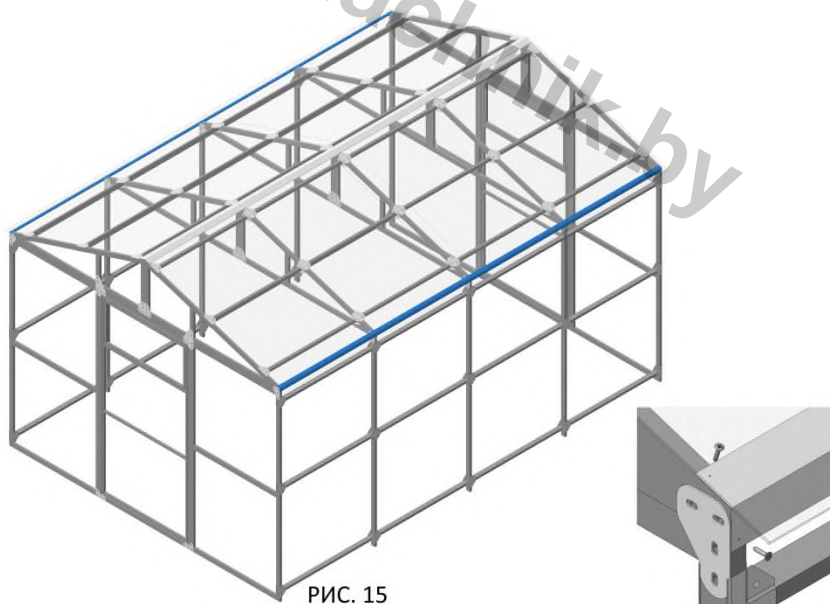

РИС. 15
4.2.8. Установите отлив (согнут под  $108^\circ$ ) при помощи саморезов 4,2x19 (РИС. 15).